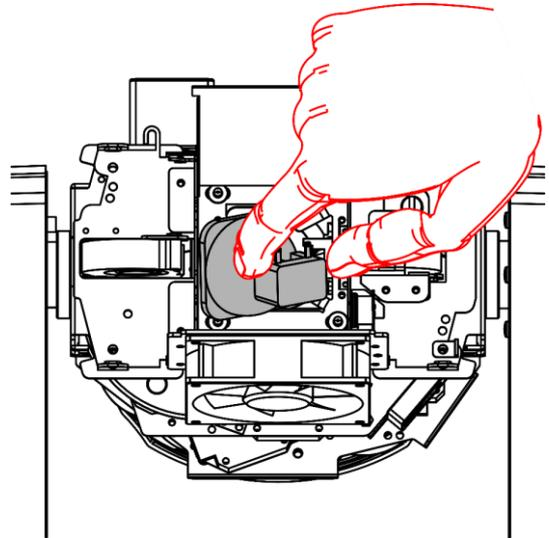

Fig. 22
- 06) Far rotolare con attenzione la lampada fuori dal dispositivo e toglierla (Fig. 22).